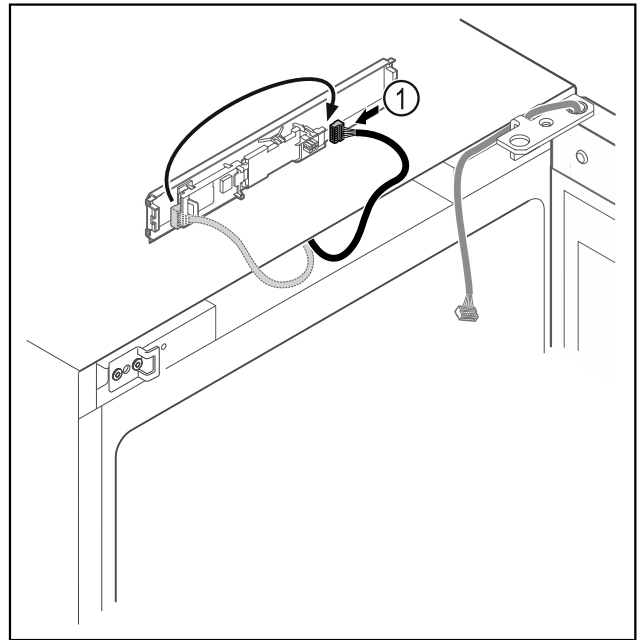

Fig. 20
- Stekker Fig. 20 (1) op printplaat verwisselen.